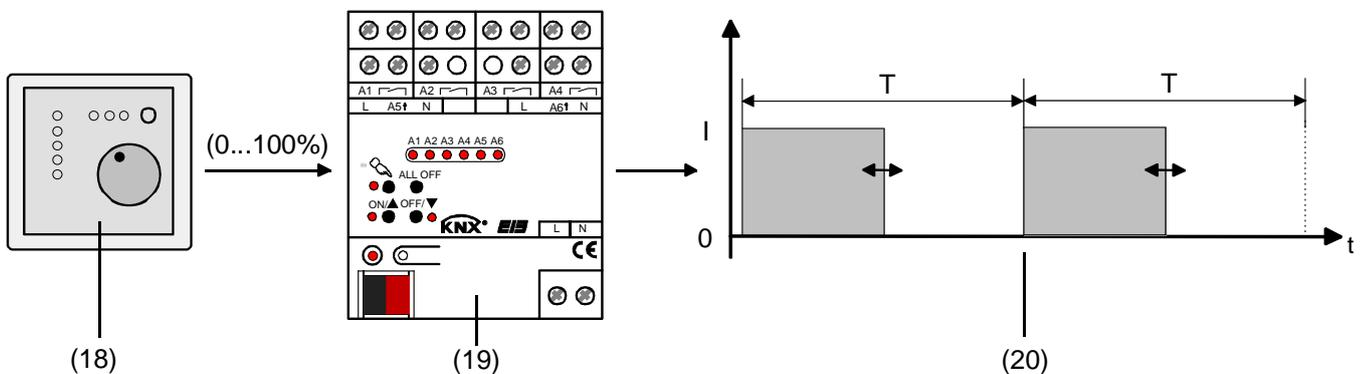

Bild 54: Stellgrößenprinzip bei stetiger Stellgröße
Das über das 1 Byte Objekt "Stellgröße" empfangene Werttelegramm wird im Normalbetrieb durch den Aktor in ein äquivalentes pulswidenmoduliertes Schaltsignal an den Ventilausgängen umgesetzt (siehe Bild 54). Der aus dieser Modulation resultierende Mittelwert des Ausgangssignals ist unter Berücksichtigung der im Aktor einstellbaren Zykluszeit (T) ein Maß für die gemittelte Ventilstellung des Stellventils und somit eine Referenz für die eingestellte Raumtemperatur (siehe "Pulsweitenmodulation bei stetigen Stellgrößen und stetigen Soll-Ventilpositionen").